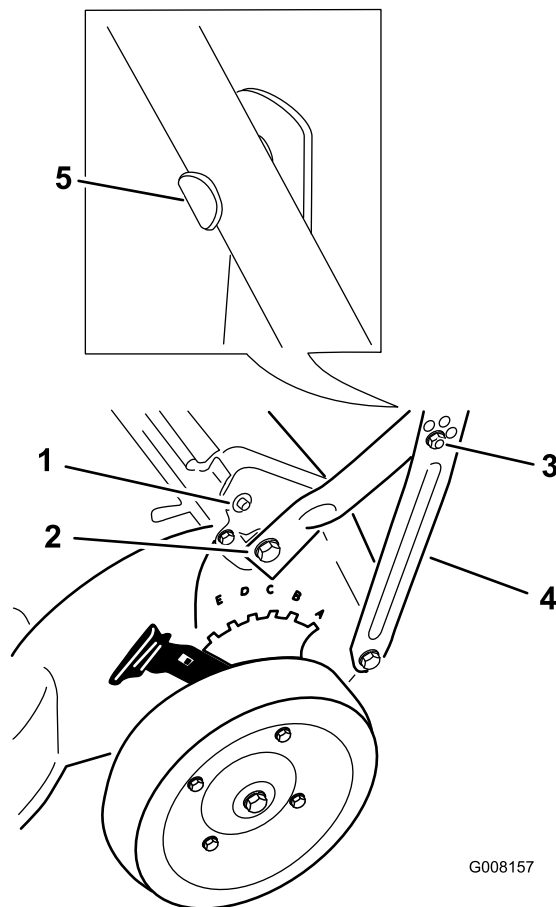

Figura 3
3. Monte los soportes del manillar a los costados del manillar inferior con 2 pernos de cabeza ovalada y sujételos con la presión de los dedos solamente usando 2 contratuercas (Figura 3).
4. Alinee las cabezas de los pernos de cabeza ovalada con el manillar según se indica en Figura 3; luego,
Nota: Sujete los cables lo más bajo posible en el manillar para evitar que se enganchen en el tapón de extremo de la varilla de la puerta trasera e interfieran con el sistema de autopropulsión (Figura 3).